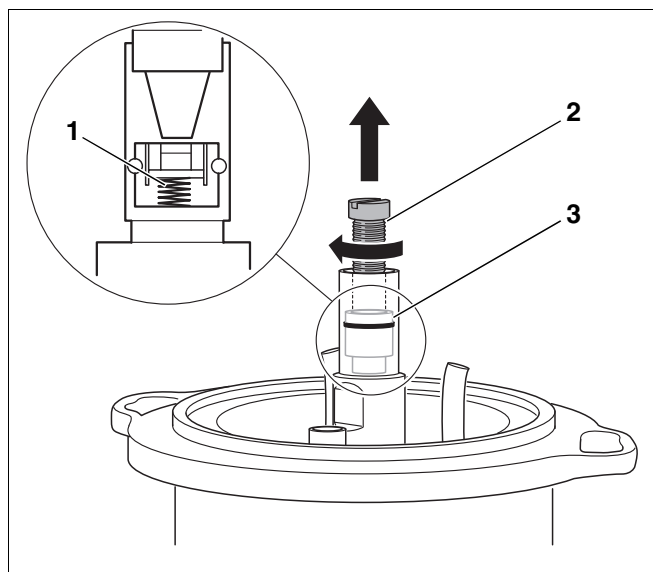

Рис. 31 Замена запорного клапана
Запорный клапан (рис. 31, **поз. 3**) в подогревателе топлива работает как обратный клапан. Работаящий топливный насос подает дизтопливо через запорный клапан. При выключении насоса клапан закрывается пружиной (рис. 31, **поз. 1**).
- Ввернуть винт M5 x 50 (рис. 31, **поз. 2**).
- Вынуть запорный клапан (рис. 31, **поз. 3**).